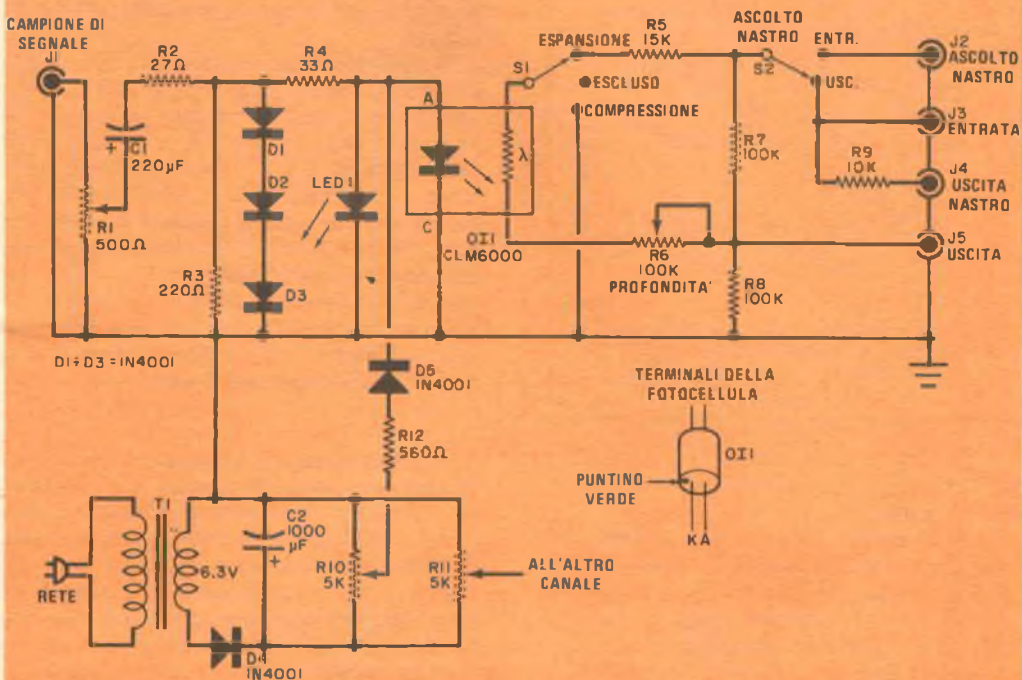

Fig. 1 - L'entrata "Campioni" per l'espansore-compressore è la stessa dell'entrata all'altoparlante.
**Come funziona** - La parte principale del circuito (*fig. 1*) è un optoisolatore (OI1) che contiene, in un involucro di plastica opaco, un diodo emettitore di luce e una fotocellula a bassa distorsione. Questa unità ha un tempo di responso molto più rapido dei dispositivi nei quali viene usata una lampadina ad incandescenza e che spesso vengono utilizzati negli espansori-compressori; introduce anche minore distorsione e presenta il vantaggio di fornire un'azione di "lento rilascio" che esalta l'effetto di espansione.
Il circuito rappresentato nella fig. 1 è per un canale, ma nel caso di impianti stereo il trasformatore può alimentare due canali. Si montino i vari jack fono ed i due controlli di calibratura (R10 e R11) nella parte posteriore ed i commutatori ed i potenziometri di profondità sul pannello anteriore. Anche i due LED di controllo si possono montare, attraverso gommini, sul pannello anteriore. Sul circuito primario di T1 si può inserire un interruttore generale; altrimenti, l'alimentatore può essere inserito direttamente in una presa del preamplificatore sottoposta a interruzione.